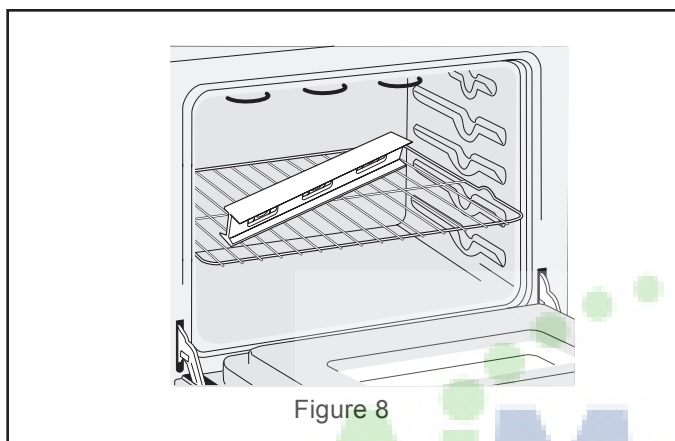

Figure 8
1. Installez la grille au centre du four supérieur (figure 8).